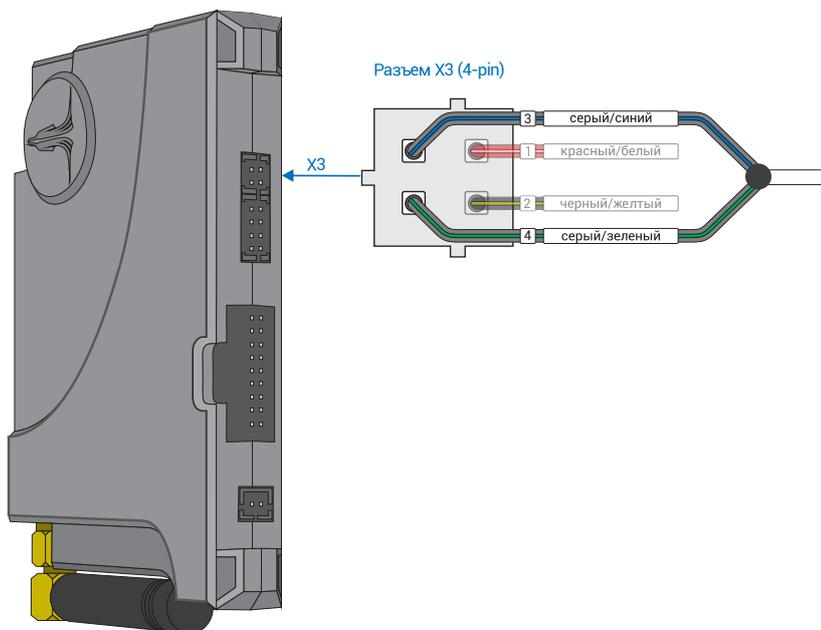
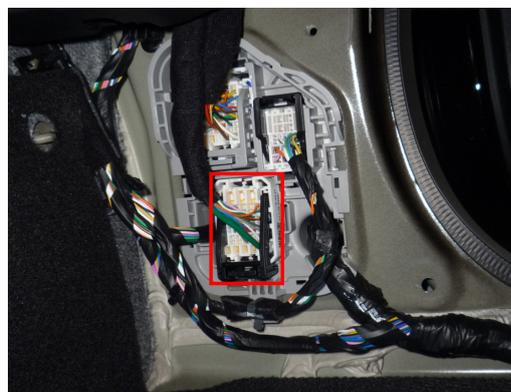

Рис.1 Призрак-8xx
Рис.2 Место подключения
3. Объедините между собой серый/синий провод (контакт №3) и серый/зеленый провод (контакт №4), находящиеся в разъеме X3 (см. рис.1). Подключите их к шине данных а/м: белый провод за правой кик панелью в белом разъеме (см. рис. 2).